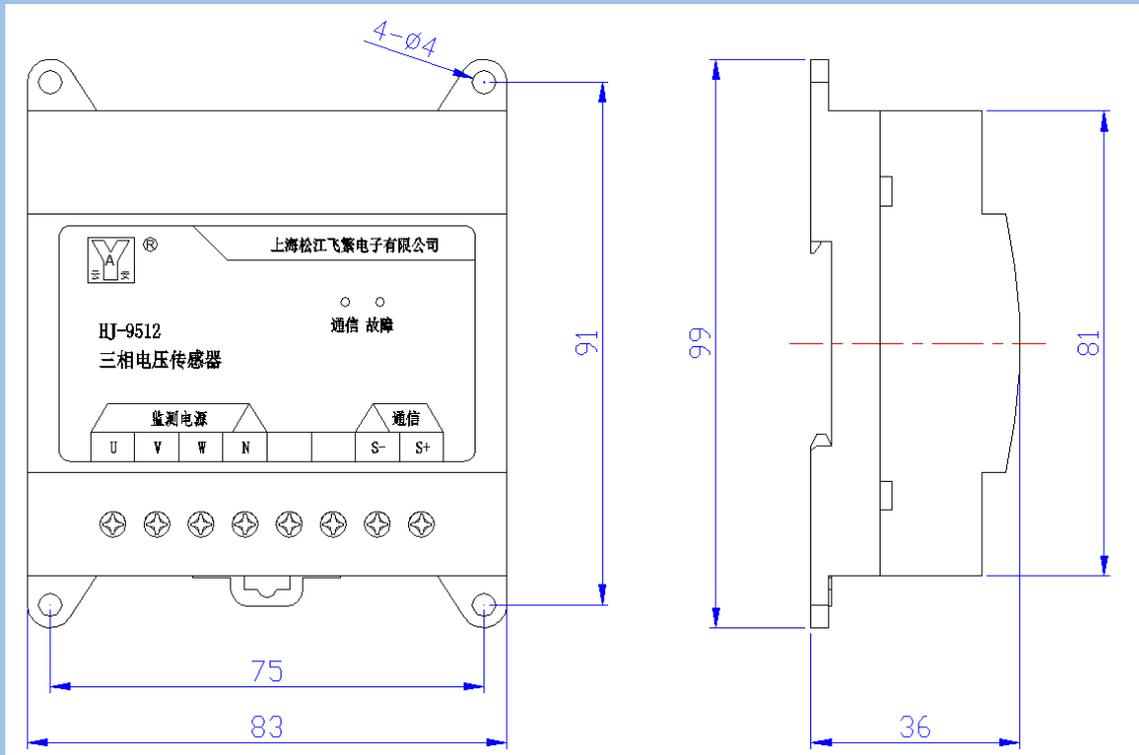

图 1: 三相电压传感器-外观尺寸
- (7) 开关量输入/出：无。
- (8) 使用环境：工作温度 $0^{\circ}\text{C}\sim+40^{\circ}\text{C}$ ；存储温度： $-20^{\circ}\text{C}\sim+70^{\circ}\text{C}$ 相对湿度 $\leq 95\%$ 不结露。
- (9) 外形尺寸：83mm \times 99 mm \times 36mm（如图 1）。
每个接线端子所对应的定义如从传感器上表面所示,如无标注即为空角,如下图 1 所示。